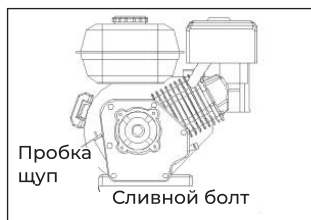

Рис. 31
2. Выкрутите масляный щуп из маслозаливной горловины и протрите его насухо (рис. 31).